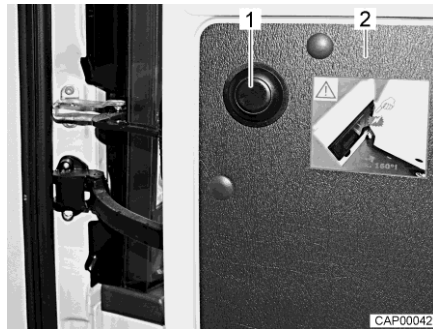

Bild 20 Tryckknapp för att frigöra begränsningen
- Öppna bakdörr (Bild 20,2) till anslag.
- Tryck tryckknapp (Bild 20,1), håll fast bakdörren och öppna försiktigt på nytt.